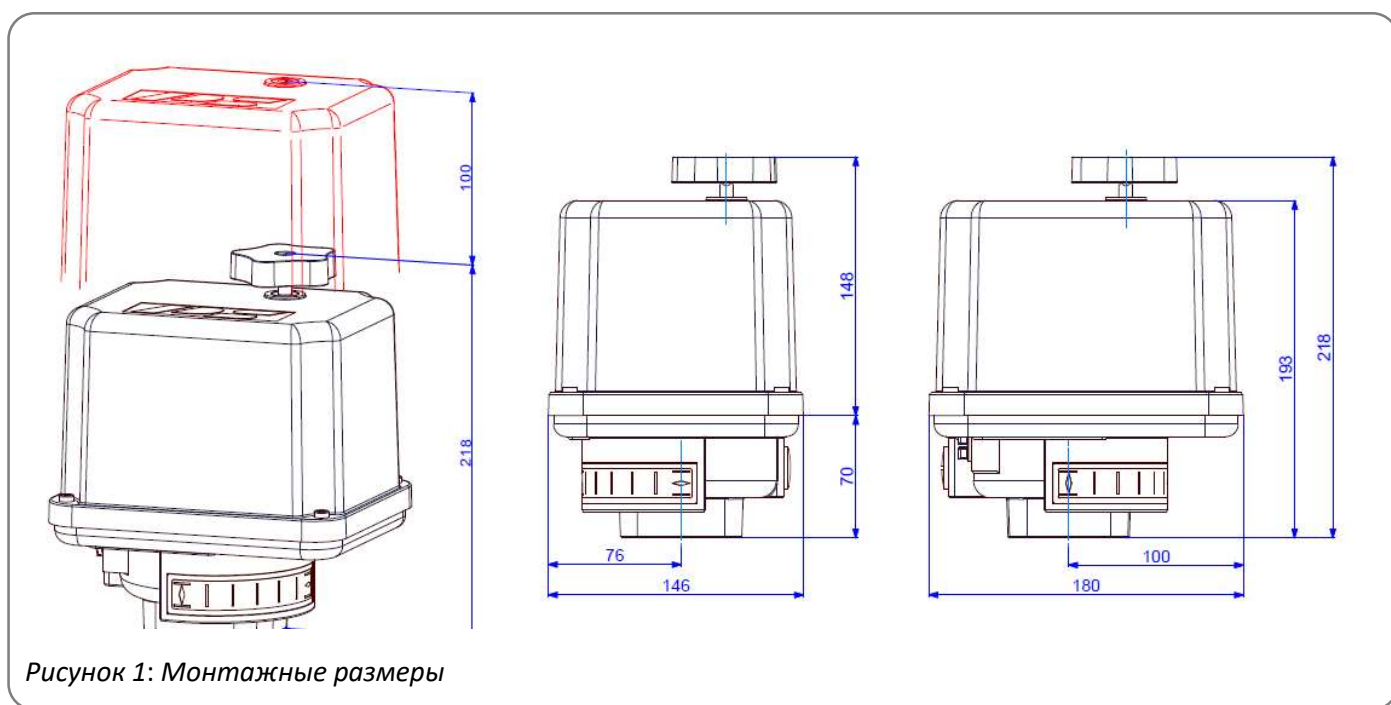

Рисунок 1: Монтажные размеры
- При монтаже приводов необходимо оставить достаточно места для снятия крышки (рис. 1).